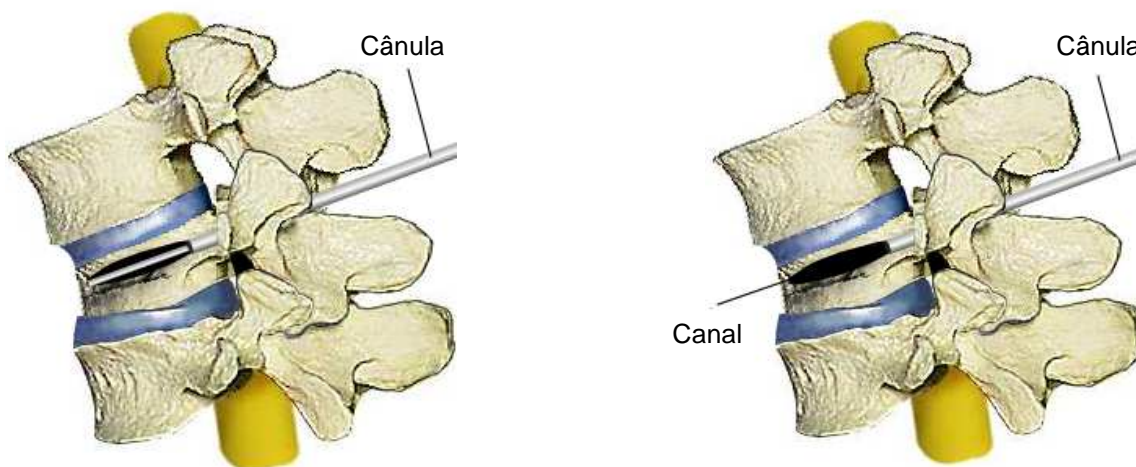

Figura 6: Introdução da cânula e realização do canal.
- 2- Realizar uma pequena incisão nas costas do paciente, na qual serão introduzidos a cânula e o trocar de acesso (figura 6). O acesso cirúrgico deve ser realizado com controle fluoroscópico para garantir a segurança do procedimento e posicionar corretamente os instrumentais no local da fratura;